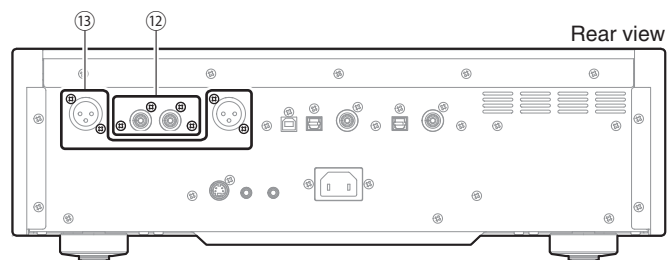

Fig. 5
- Remove 4 screws (12) and 4 screws (13). (Fig. 5)
- 12 のネジ 4 本、13 のネジ 4 本を外します。(Fig. 5)